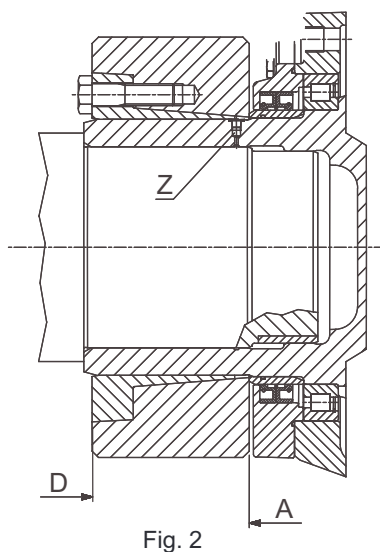

Fig. 2
- Remettre en place le bouchon “Z” (voir fig. 2), puis placer le joint (voir fig. 2 pto. A)
- Lorsque le montage du joint a été terminé de manière correcte, il est possible de le vérifier visuellement dans la mesure où les faces d'appui des anneaux interne et externe doivent se situer sur le même plan (voir fig. 2 pto. D).
- Avant de réinstaller le joint régénéré, rétablir la lubrification dans les zones "C" (voir fig. 2).